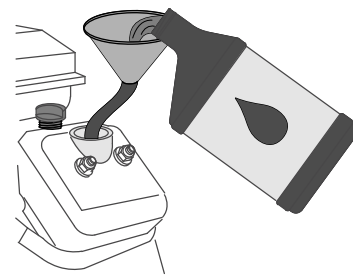

Figura 75
2. Vierta lentamente 1.6 L (56 onzas fluidas) de aceite del tipo especificado en el cuello de llenado (Figura 75) del motor; consulte Especificaciones de aceite del motor \(página 57\).